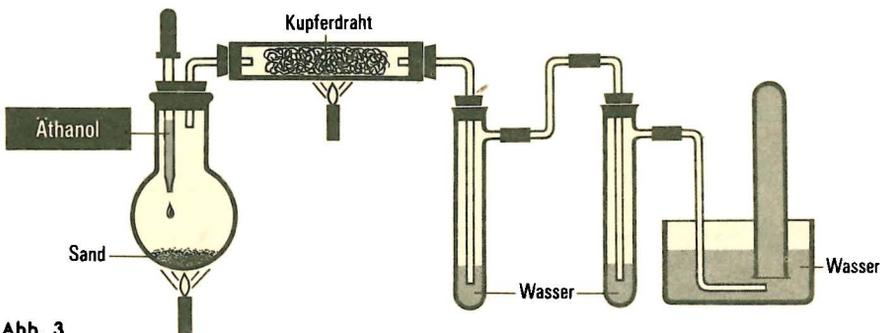

Abb. 3
1. Die Apparatur (Abb. 3) wird aufgebaut.